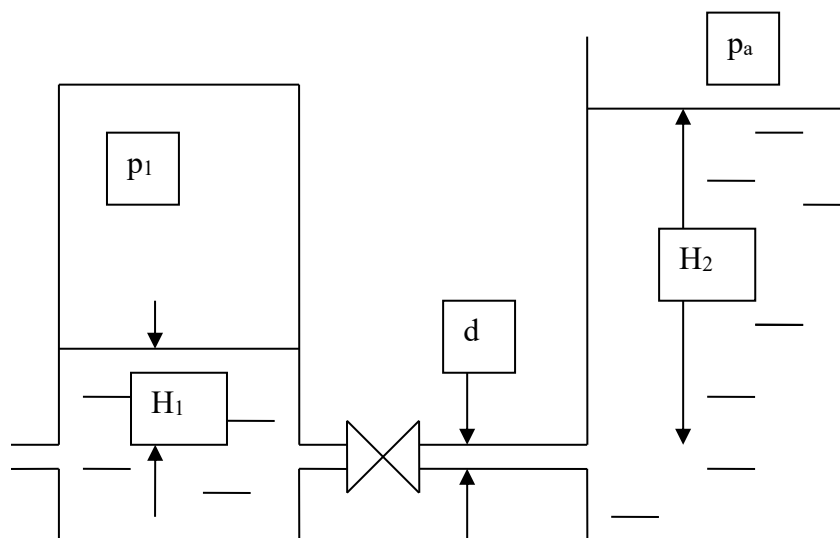

Рис. 8
**Задача 9.** Вода перетекает из напорного бака, где избыточное давление воздуха  $P_{изб} = 0,3$  МПа, в открытый резервуар по короткой трубе  $d = 50$  мм, на которой установлен кран. Чему должен быть равен коэффициент сопротивления крана  $\zeta_{кр}$  для того, чтобы расход воды составил  $Q = 8,7$  л/с. Высоты уровней  $H_1 = 1$  м и  $H_2 = 3$  м. Учесть потери напора на входе в трубу ( $\zeta_{вх} = 0,5$ ) и на выходе из трубы (внезапное расширение)  $\zeta_{вых} = 1$ . Рис. 8.